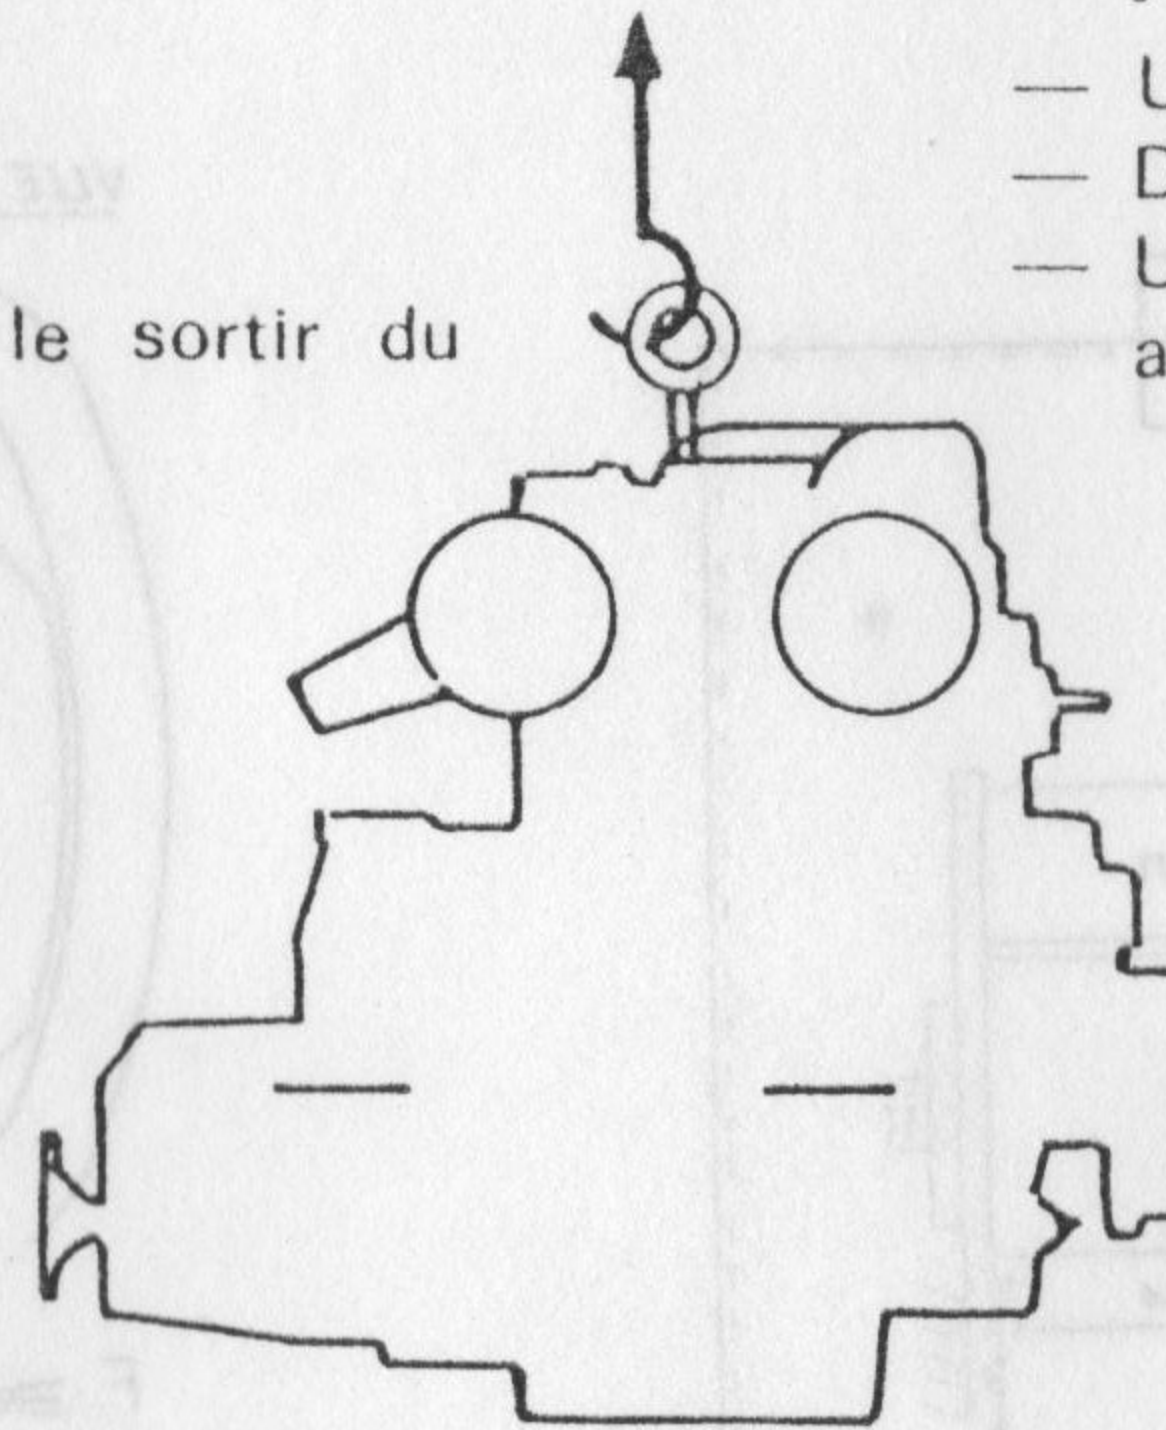

Fig. B 1
- Enlever les 4 écrous de fixation du groupe, l'élinguer et le sortir du bateau (fig. B 1).
- Unscrew and remove the 4 nuts securing the drive unit, sling the unit and hoist it out of the boat (fig. B 1).